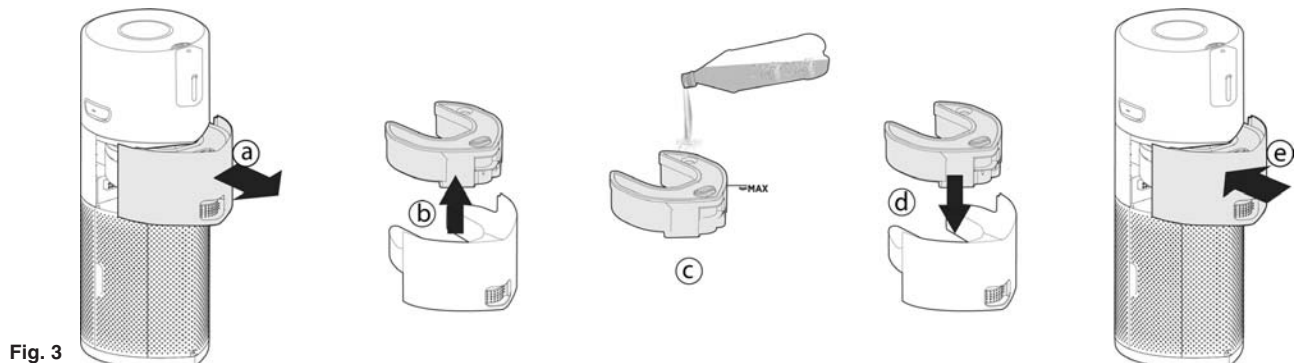

Fig. 3
3. Llene el depósito del humidificador [Fig. 3]